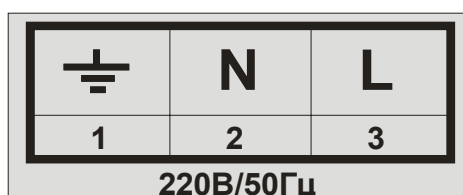

Рис. 5. Назначение контактов клеммной колодки питания озонатора.
- 6.3. Для обеспечения электробезопасности обслуживающего персонала монтажный шкаф озонатора должен быть заземлён. Провод защитного заземления подключается к контакту 1 клеммной колодки питания (см. рис. 5).
7.12. Питание озонатора осуществляется от однофазной сети 220В/50Гц. Сетевой кабель подключается к 3-контактной клеммной колодке 220В/50Гц (см. рис. 5), расположенной внутри монтажного шкафа: земля (жёлто-зелёный провод) – к клемме 1, нейтраль (синий провод) – к клемме 2, фаза (коричневый провод) – к клемме 3. Свободный конец сетевого кабеля протягивается наружу через расположенный на нижней стенке монтажного шкафа кабельный ввод, после чего затягивается фиксирующая кабель гайка кабельного ввода.